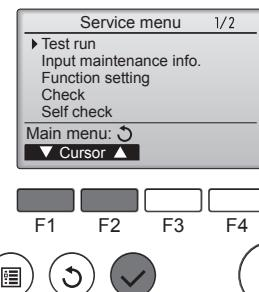

Fig. 7-1
- Välj "Test run" (Testköring) från Servicemeny och tryck på [VÄLJ]. (Fig. 7-1)